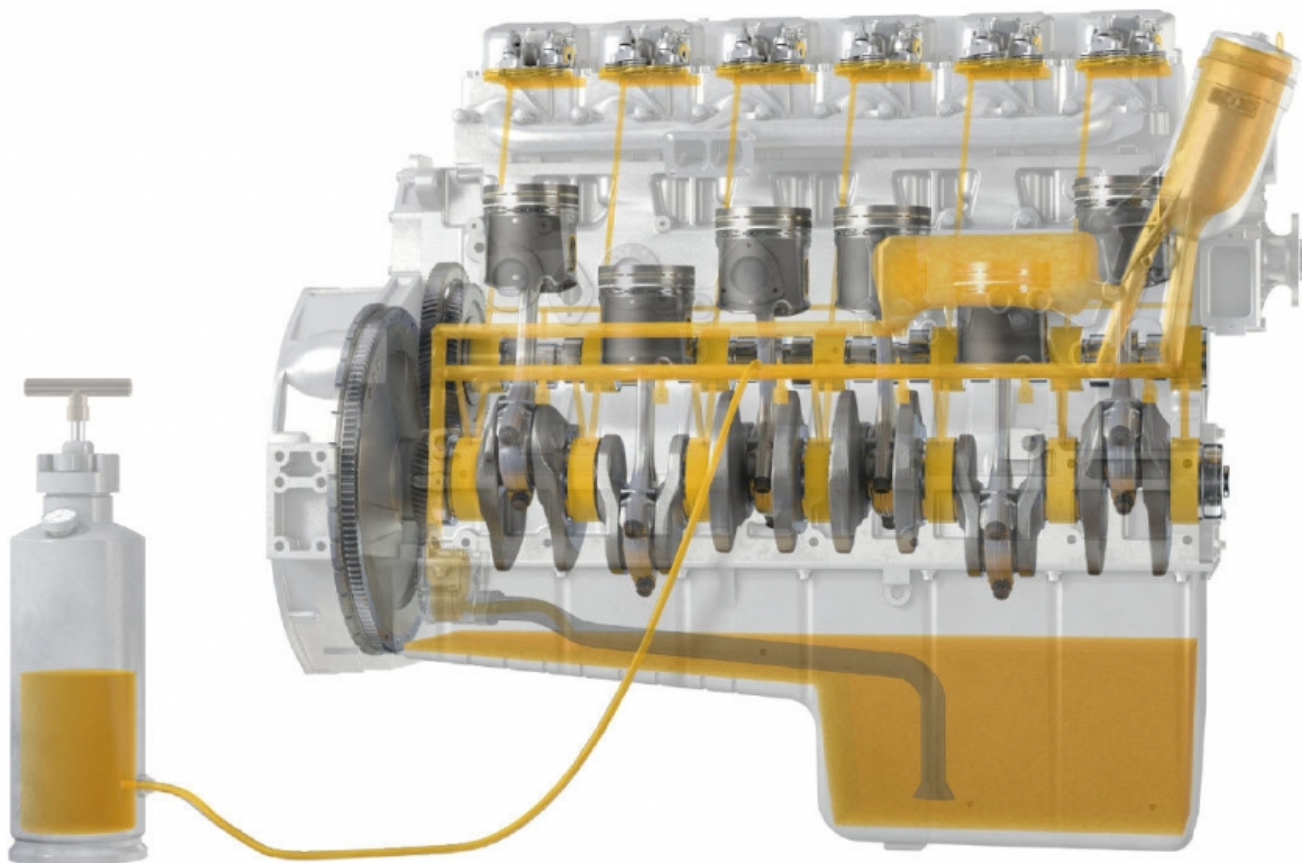

Рис. 1. Схематическое изображение контура циркуляции масла
1. С помощью резервуара для подачи масла под давлением, в двигатель подают предусмотренное для него масло через резьбовое соединение подающего контура системы смазки (Рис. 1 и 2). Подходящими точками подсоединения являются предусмотренные производителем двигателя отверстия для установки заглушек масляного канала или датчика давления масла.